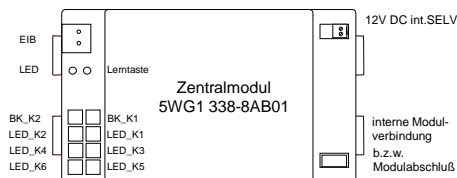

Bild 17: Steckerpositionen der Kanäle am Zentralmodul
Das vormontierte Zentralmodul (ZM) erlaubt den Anschluss von bis zu 6 Anzeigeelemente (LED_K1... LED_K6) und 2 Binärkontakte (BK_K1, BK_K2). Bild 17 zeigt die Steckerposition der einzelnen Kanäle.